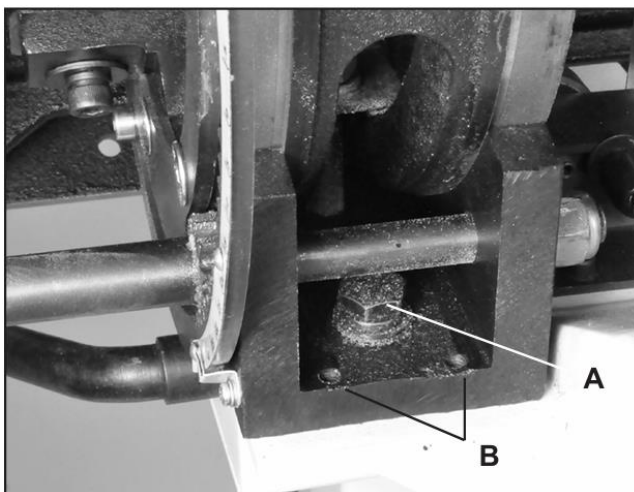

Рис. 13
1. На нижней опоре цапфы (#17B) слегка ослабьте два болта с шестигранной головкой (#13B), которые крепят опору к раме ленточной пилы. Рис. 13, A.
3. С помощью шестигранного ключа диаметром 3 мм поверните шестигранные винты с микрорегулировкой задней цапфы (#16B), чтобы отрегулировать положение стола. Рис. 13, B.